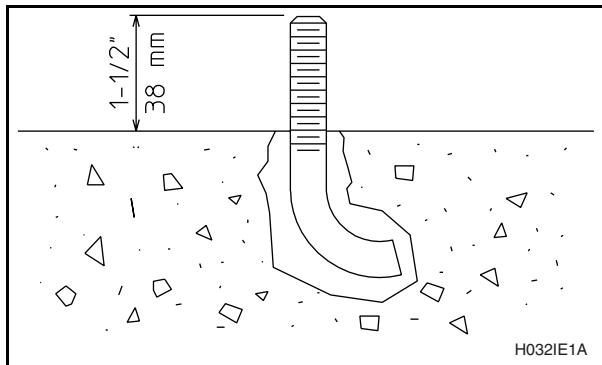

Figura 25
5. Utilice aire comprimido o una perilla sopladora para eliminar las partículas sueltas de cada agujero. Añale el perno en J en su lugar utilizando un compuesto para anclaje aceptado en la industria. Verifique que los pernos en J estén en los lugares correctos y que cada perno sobresale 38 mm (1-1/2 pulgada) sobre el nivel del piso. Vea la Figura 25.